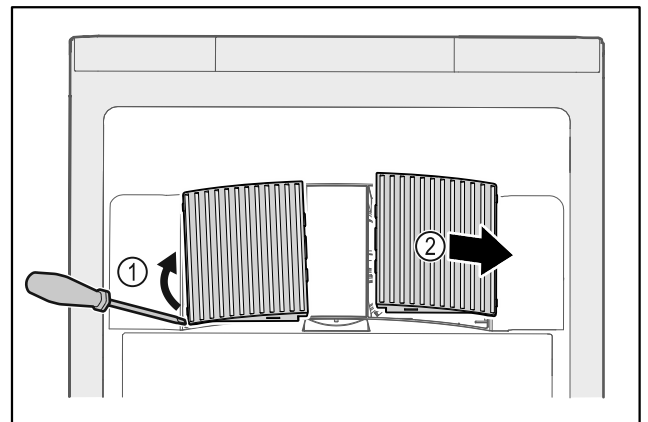

Fig. 164
- ▶ Óvatosan feszegesse le a ventilátor burkolatait oldalról Fig. 164 [1], és emelje le őket előrefelé Fig. 164 [2].